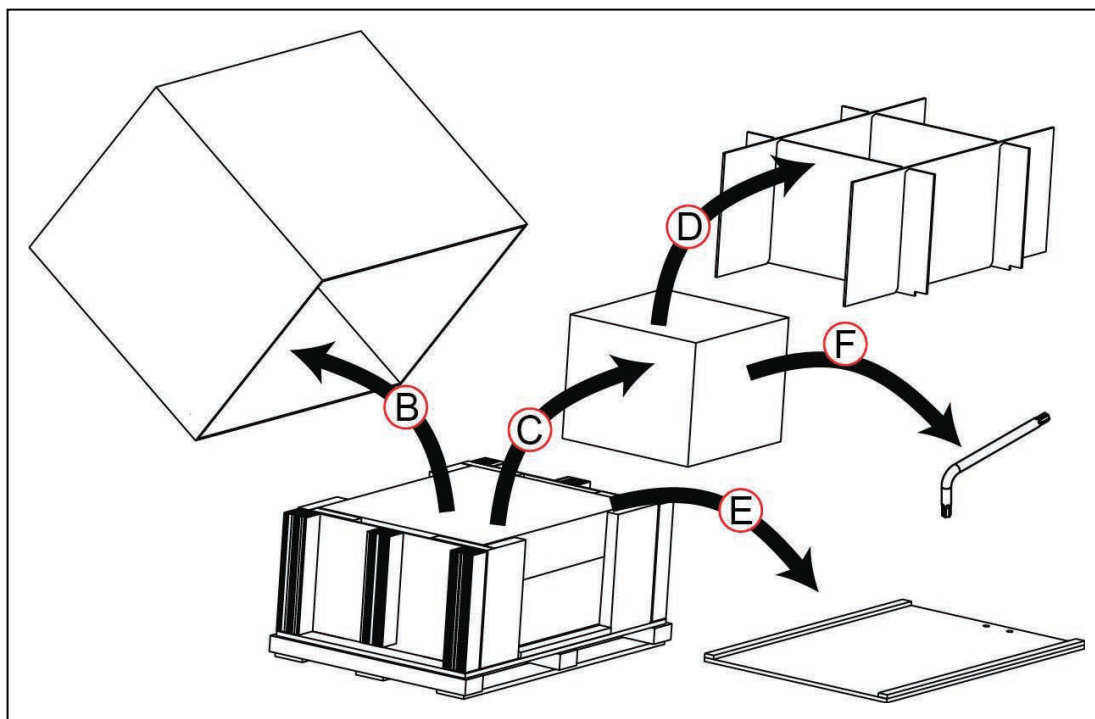

图3-3 充电桩和附件开箱
1. 请参见图3-3，向上提起主纸板箱（A），并使其脱离托盘。
3. 请参见图3-3，取出托盘两端的保护性填充物（A）。